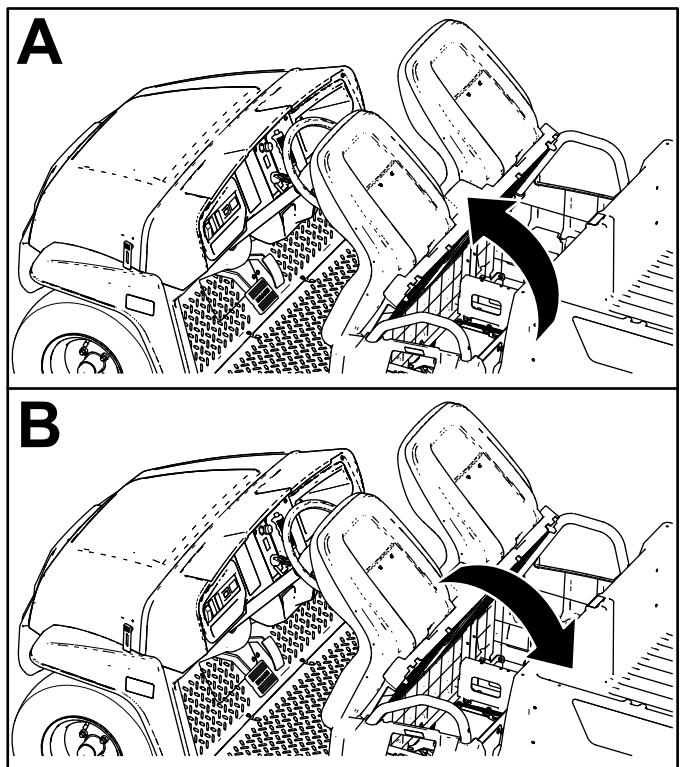

Bild 27
Schieben Sie den Sitz vorwärts, bis er am Lenkrad aufliegt, um ihn anzuheben (Bild 27).
Schieben Sie den Sitz rückwärts, bis er in der Ausgangsstellung ist, um ihn abzusenken (Bild 27).
- Schieben Sie den Sitz vorwärts in die angehobene Stellung (Bild 27).